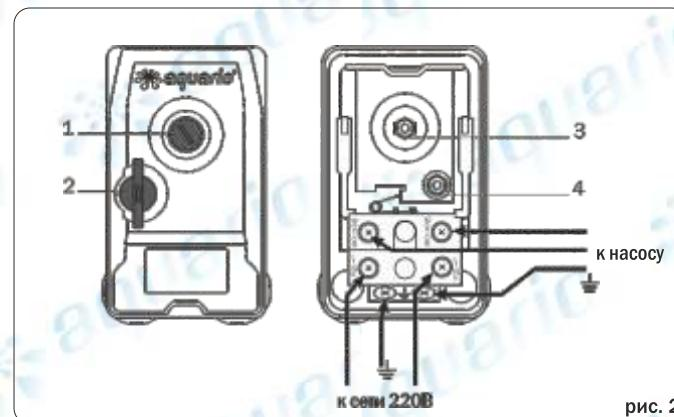

рис. 2
- Снять крышку реле открутив винт 1 (рис.2). Можно воспользоваться входящим в комплект универсальным ключом 2.